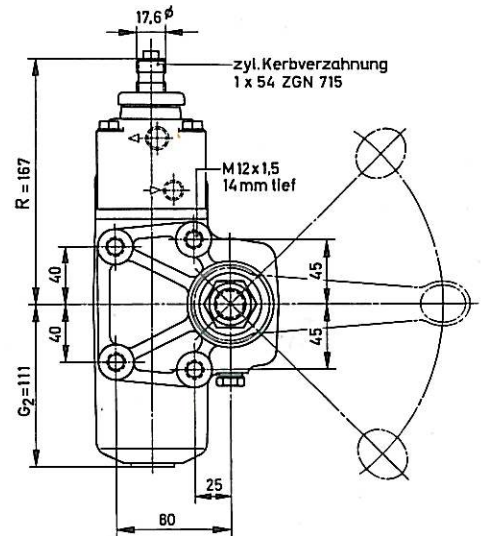

Abb. 2 : Ausführung mit Kolbenabdichtung unten (in Fahrtrichtung gesehen vorn)
14. Es wird Ausführung nach Abb. 1* oder Abb. 2* benötigt (siehe Abbildungen auf der Vorderseite)